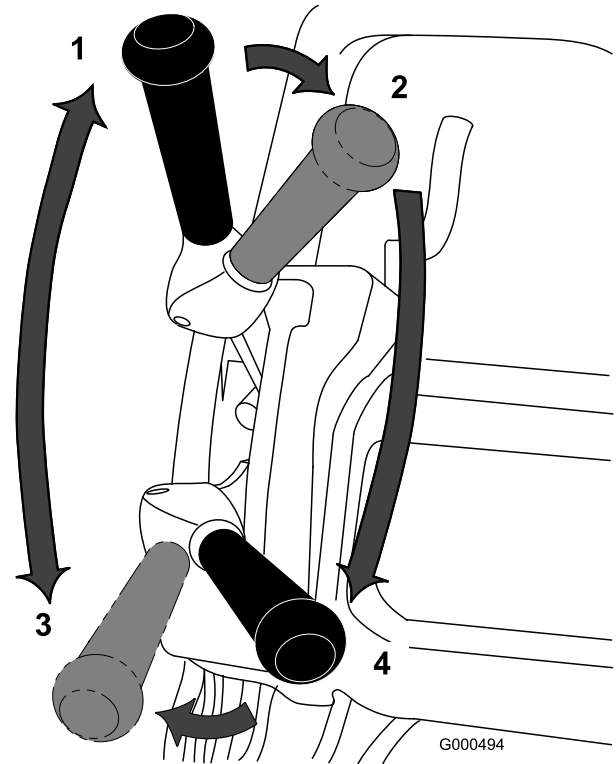

Figure 30
commande de présence de l'utilisateur, placez le levier de commande de déplacement en position Engagée (Figure 30) et augmentez progressivement le réglage de vitesse pour transporter la tondeuse jusqu'en bordure du green.
3. Désengagez le levier de commande de déplacement puis déplacez-le vers la gauche et en avant, pour engager la transmission et l'entraînement du cylindre (Figure 30).